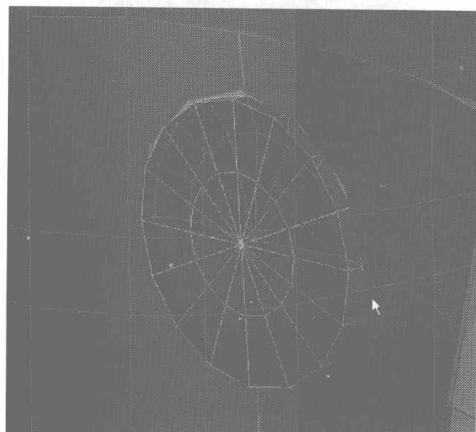
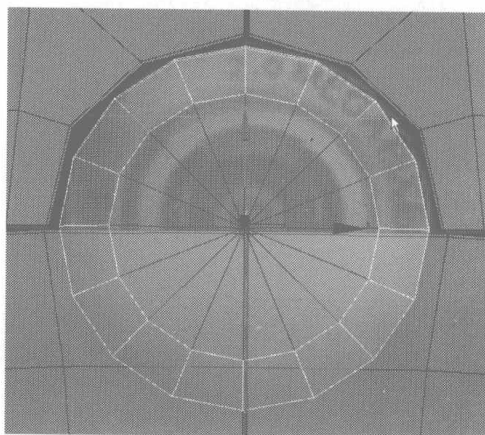

图 4.113
图 4.114
- 04** 选择如图 4.113 所示的节点, 将其删除, 在 Front 视图中选择如图 4.114 所示的边线, 在 Edit Vertices 卷展栏中单击 **Connect** 按钮, 为边线中间添加一条曲线。